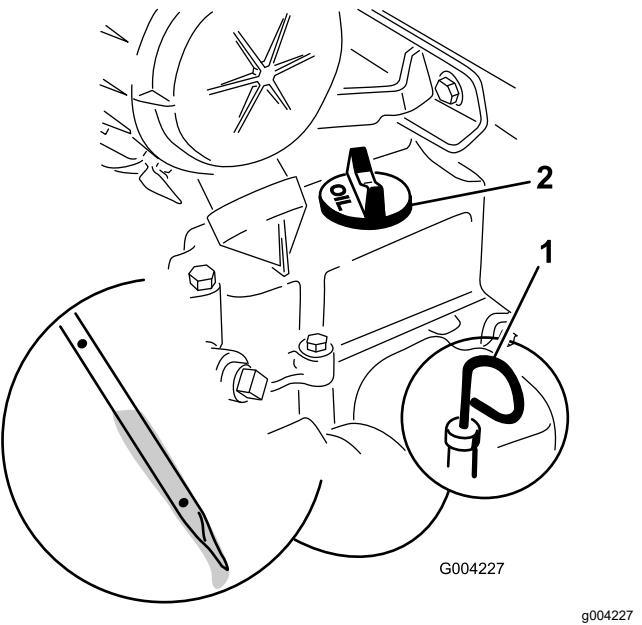

Рисунок 32
5. Вытяните масломерный щуп и вытрите металлический конец начисто (Рисунок 32).
6. Вставьте щуп в масломерную трубку до упора (Рисунок 32).
8. Если уровень масла слишком низкий (ниже отверстия в нижней части), очистите область вокруг крышки маслозаливной горловины и снимите крышку (Рисунок 32).
- Снимите крышку маслозаливной горловины (Рисунок 32) и медленно залейте примерно 80% от указанного количества масла через крышку клапана.